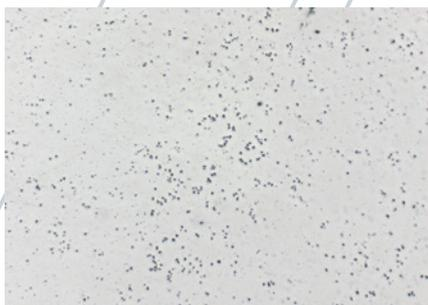

Abb. 1: Eingedrückte Diamantkörner in Reinaluminium nach dem Polieren mit 3 µm, 200x.
- Siliziumkarbid- und Diamantkörner können sich in die Oberfläche eindrücken (Abb.1).
Das Diamantpolieren muss so lange durchgeführt werden, bis alle tiefen Kratzer vom Schleifen verschwunden sind. Falls wasserlösliche Gefügebestandteile identifiziert werden sollen, wird das Polieren mit wasserfreier Diamantsuspension und Schmiermittel empfohlen. Wenn während des Polierens Diamantkörner in die Probenoberfläche eingedrückt werden, kann das Endpolieren mit Siliziumdioxid relativ lange dauern (siehe Abb.1). Oft ist mit dem bloßen Auge schon zu erkennen, dass die Oberfläche an manchen Stellen matt und an anderen glänzend ist. Das deutet darauf hin, dass noch nicht ausreichend endpoliert ist. Es ist darauf hinzuweisen, dass diese eingedrückten Körner zu Fehlinterpretationen des Gefüges führen können.